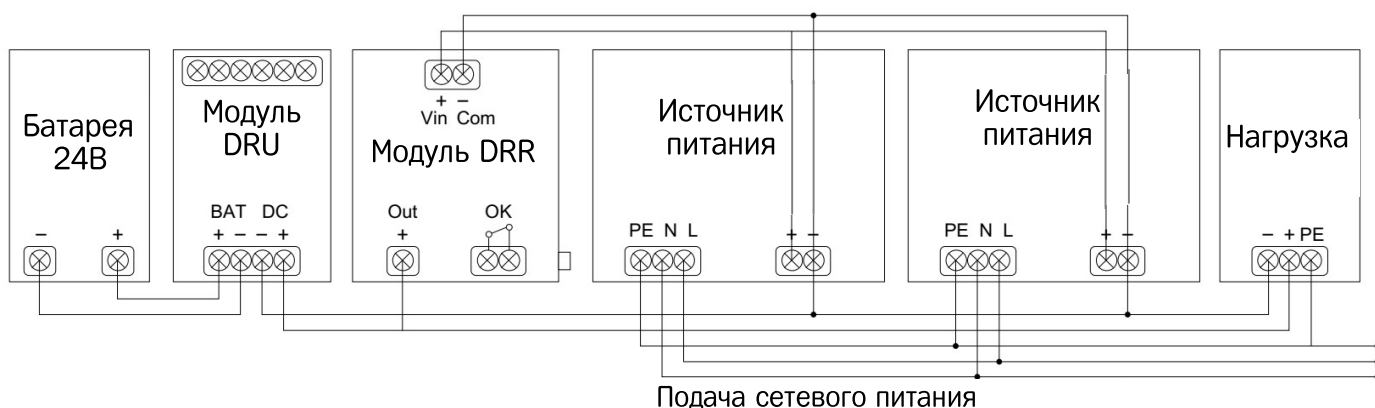

Рис. 7.2. Подключение модуля DRU-24V40ABN с использованием модуля DRR.
2) Схема подключения модуля DRU-24V40ABN с использованием модуля DRR (см. рис.7.2).